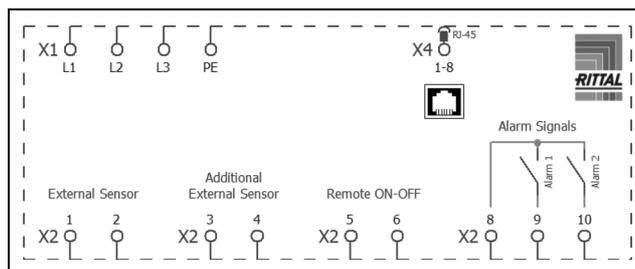

Fig. 29 : plan de connexion
- Sortir la fiche d'alimentation du sachet d'accessoires et établir l'alimentation du réseau conformément à l'identification correspondante des raccordements (fig. 29).